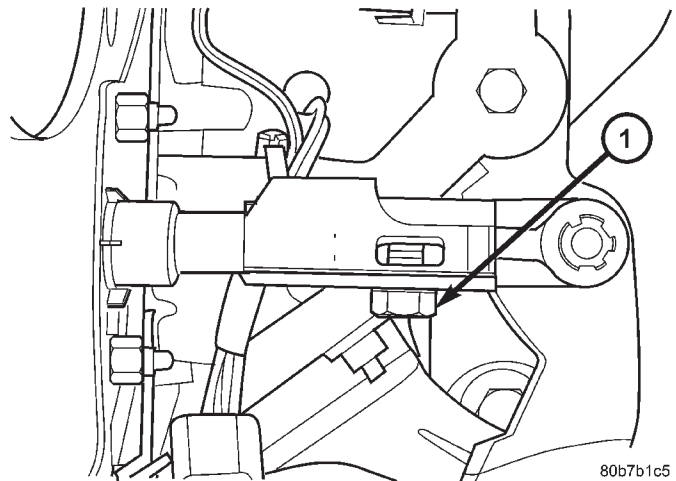

Fig. 18 Tornillo de ajuste del vástago de empuje del cilindro maestro de embrague
- (9) Instale el vástago de empuje en el pasador del pedal.
(10) Afloje el tornillo de ajuste del vástago de empuje (Fig. 18) y levante suavemente el pedal de embrague hasta que éste oprima completamente el conmutador de tope superior. Apriete el tornillo de ajuste con una torsión de 8 N·m (70 lbs. pulg.).